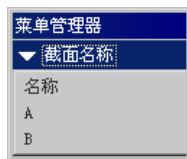

图 3.8.27 菜单管理器
(1) 添加 A-A 局部剖视在俯视图上的箭头。
① 选取图 3.8.22b 所示的局部剖视图，然后右击，从弹出的快捷菜单中选择 **添加箭头** 命令，此时系统弹出图 3.8.27 所示的“菜单管理器”，并显示提示 **从菜单选取横截面。**